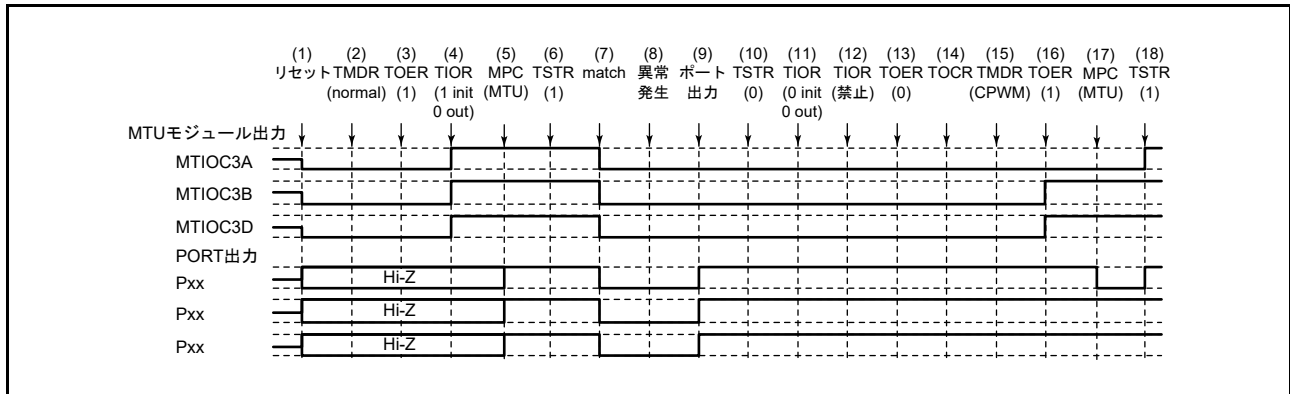

図 24.158 ノーマルモードで異常が発生し、相補 PWM モードで復帰する場合
ノーマルモードで異常が発生し、再設定後相補 PWM モードで再スタートする場合の説明図を図 24.158 に示します。
(1) ~ (13) は図 24.158 と共通です。
(14) TOCR1A、TOCR2A (TOCR1B, TOCR2B) レジスタでリセット同期 PWM の出力レベルと周期出力の許可 / 禁止を選択してください。
(15) リセット同期 PWM を設定します。
(16) TOERA (TOERB) レジスタで MTU3、MTU4 (MTU6, MTU7) の出力を許可してください。
(17) MPC と I/O ポートのポートモードレジスタ (PMR) で MTU 出力としてください。
(18) TSTRA (TSTRB) レジスタで再スタートします。